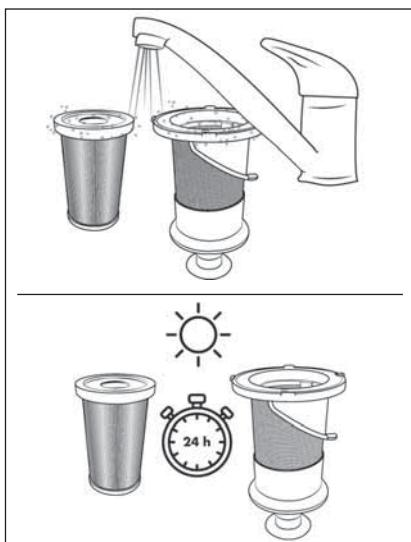

Rys. 19
- 4) Wyjmij filtr HEPA ④ z filtra ze stali nierdzewnej ⑤, siegając do otworu filtra HEPA ④ i wyciągając go z filtra ze stali nierdzewnej ⑤ (patrz rys. 19).